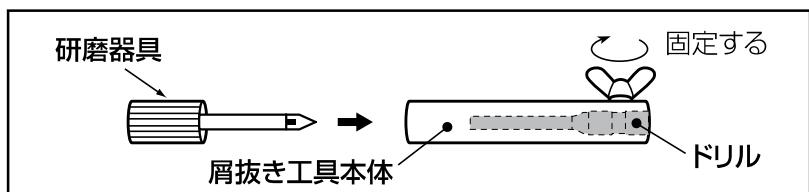

図48
1. ドリルを肩抜き工具に挿入して、ドリルの頭と工具の端面が一致した状態で、固定します。 図48 参照
2. 図48の太矢印の方向より、研磨器具を挿入してください。このとき、研磨器具がドリルの刃先に当たるまで、静かに挿入してください。